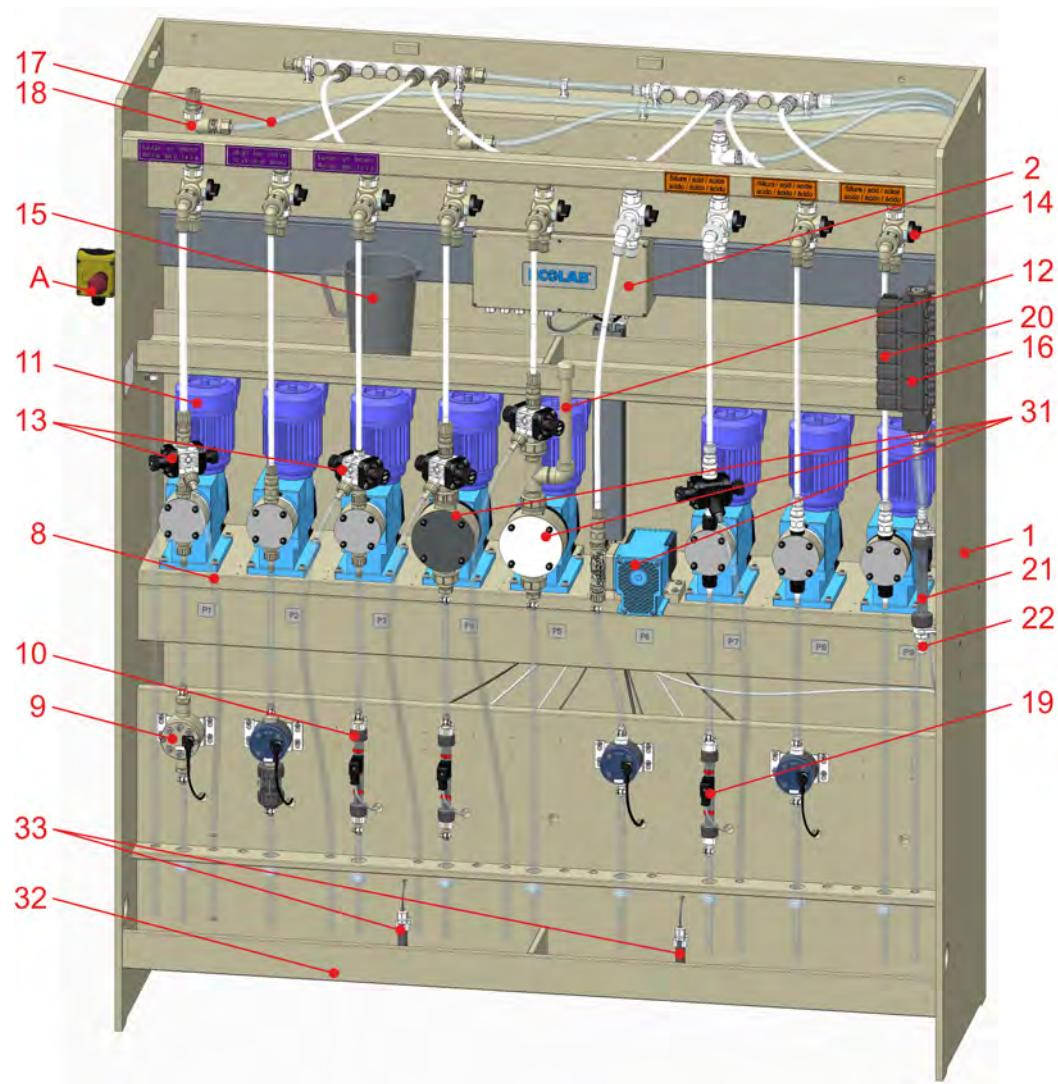

Bild 4: Exempel: Montering
Styrenheten är ansluten till den inbyggda kopplingslådan (Bild 4 , pos. 2), liksom ledningsanslutningarna för alla inbyggda elektriska komponenter (doseringspumpar etc.).
Som standard är sex doseringspumpar installerade på stativkonsolen (Bild 4 , pos. 1) förmonterad; tre ytterligare pumpar kan valfritt eftermonteras.
Doseringslinjen för behållare 1 är fabriksdesignad för emulsionsproduktfamiljen (Bild 4 , pos. 3). Via en PP-suglans (Bild 4 , pos. 7), med integrerad sugsil (Bild 4 , pos. 4), backventil (Bild 4 , pos. 6) och tom indikatorflottör (Bild 4 , pos. 5), levereras med doseringspumpen EMP III 54 l/h i EPDM-version (Bild 4 , pos. 11) produkten sugs upp.
För automatisk kontroll av flödet, en oval hjulräknare (Bild 4 , pos. 9) eller en flödesmätare (Bild 4 , pos. 10) med signalsändarenhet (Bild 4 , pos. 19) är installerade. Båda mätarmatureerna finns som tillval. Suglansen är ansluten till pumpen via en Tygon-slang i dimensionen 9,5/15,9.
En övertrycksventil (Bild 4 , pos. 13), som öppnas när doseringsledningen är blockerad och släpper ut den framväxande produkten i uppsamlingstråget. Av denna anledning är uppfångningskärlet uppdelat i två olika områden (alkaliskt/surt) och bevakas av en läckageflottör (Bild 4 , pos. 33) är säkrad.
På trycksidan av doseringspumpen finns en 3-vägsventil (Bild 4 , pos. 14) som är ansluten via ett PEX-rör 12/16; detta möjliggör en provtagning i en mätskala (Bild 4 , pos. 15) och därmed möjligheten att kalibrera doseringsmängden med MyControl-styrenheten.
Ett efterspolningsprogram med vatten genomförs av säkerhetsskäl efter doseringen. För detta ändamål finns det tillgång till sötvatten vid vattenanslutningen (Bild 4 , pos. 22); sköljningen utförs genom att öppna sköljventilen (Bild 4 , pos. 20).
De inbyggda backventilerna i ledningen garanterar att inga kemikalier kan läcka till vattenledningen. Efterspolningen kan övervakas manuellt med hjälp av flottör-genomflödesmätaren (Bild 4 , pos. 21).
En inbyggd genomflödes-signalgivare (Bild 4 , pos. 19) för kontroll via styrenheten installerades redan vid tillverkning.
Doseringslinjen för behållare (Bild 4 , pos. 23) och 3 (Bild 4 , pos. 24) är utformade för normala viskosa, alkaliska medier. Av denna anledning används EPDM som tätningsmaterial. Till skillnad från den mycket viskosa mediumemulsionen (Doseringssträng 1) pEX-doseringsrör i dimensionen 8/12 kan användas för dessa behållare. Som sugslang används även Tygon-slang med mått 9,5/15,9. Doseringspump och tillvalsmätarmaturer är identiska till doseringslinje 1.
Det är möjligt att valfritt använda en övertrycksventil (Bild 4 , pos. 13), vilket begränsar ledningstrycket till ett förinställt värde och den överskjutande produktvolymen via returanslutningen (Bild 4 , pos. 8) i uppsamlingstråget eller behållaren.
Doseringskomponenterna vid denna punkt (Bild 4 , pos. 25, 26, 27) är inte förmonterade och kan konfigureras fritt.
Dessutom, när du använder en 80 eller 120 l/h pump, finns det också möjlighet att använda ett pulsationsdämpare (Bild 4 , pos. 12) för att minska eventuella tryckstötar. Suglanserna kan anslutas till pumparna via en Tygon-slang i dimensionen 9,5/15,9 eller valfritt 15,9/22,3 (i fallet med mycket viskosa medier).